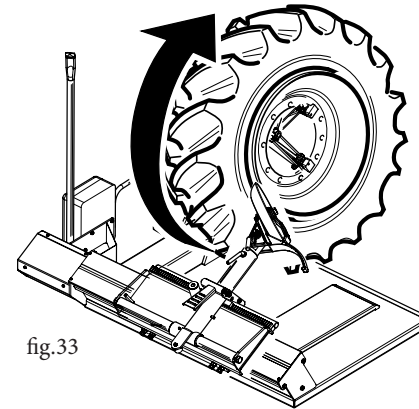

fig.33
- » Bloccare la ruota sull'autocentrante e sollevarla in modo che il bordo del cerchione sfiori l'utensile "stallonatore". Utilizzando il manipolatore (2) ed il selettore (3) (ved. fig.22 a pag. 16) sgonfiare il pneumatico ed iniziare l'operazione di stallonatura (fig.33). Agendo sulla pedaliera (4) e selettore (3) (fig.22) fare avanzare gradualmente il rullo stallonatore facendo girare il mandrino continuamente.
- » Clamp the wheel on the self-centering chuck and raise it until the rim flange touches the bead breaking tool. Using the control (2) and selector (3) (see fig. 22 on pg. 16) deflate the tyre and begin the bead breaking operation (fig. 33). Use the pedal (4) and selector (3) (fig. 22) to gradually advance the bead breaking roller turning the spindle continuously.
- » Bloquer la roue sur l'autocentreur et la soulever de façon à ce que le bord de la jante effleure l'outil détalonneur. En se servant du manipulateur et du selecteur (2 et 3, Fig. 22, page 16), dégonfler le pneu et commencer l'opération de détalonnage (Fig.33). En agissant sur le pédalier 4 et le selecteur 3 (Fig. 22), avancer graduellement le rouleau détalonneur en faisant constamment tourner le mandrin.
- » das Rad auf dem Selbstzentrierer blockieren und es so hochheben, daß der Rand des Felgens knapp den Wulstabdrücker berührt. Den Taster (2) und den Wählschalter (3) bedienen (siehe Abb. 22 Seite 16), um dann die Luft aus dem Reifen zu lassen und mit dem Wulstabdrücken beginnen (Abb. 33). Durch Betätigung des Kommandopedals (4) und des Wählschalters (3) (Abb. 22) lassen Sie die Wulstabdrückrolle stückweise nach vorne kommen, wobei die Spindel durchgängig gedreht werden muß.
- » Bloquear la rueda sobre el autocentrado y levantarla de manera que el borde de la llanta oprima ligeramente el utensilio destalonador. Utilizando el manipulador (2) y el selector (3) (véase la Fig. 22 de pág. 16) deshinchar el neumático empezando en seguida las operaciones de destalonamiento (Fig. 33). Actuando sobre los pedales (4) y sobre el selector (3) (Fig. 22), se haga adelantar mano a mano el rodillo destalonador girando el mandril de continuo.